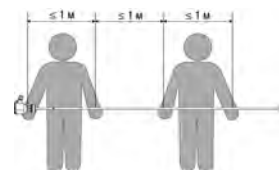

Рисунок 5.1 – Перемещение датчика длиной более 2 м
- датчик длиной более 2 м извлекают из упаковки и переносят два человека: одной рукой следует удерживать датчик за металлический корпус, а далее поддерживать трубку арматуры через каждый 1 м (см. *рисунок 5.1*).